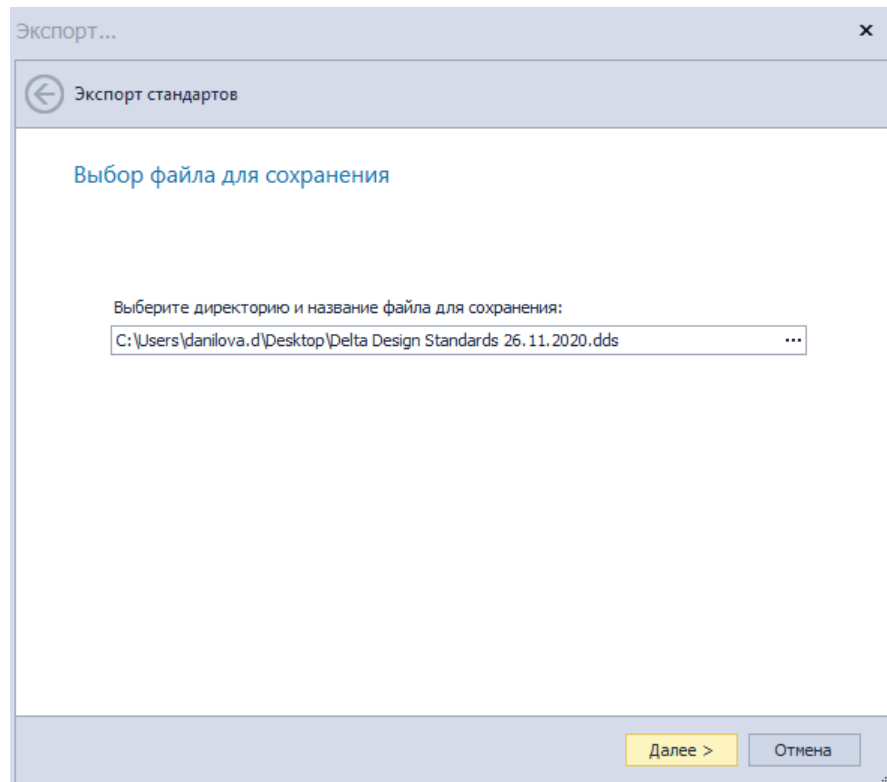

Рис. 13 Выбор файла для сохранения
7. Нажмите «Сохранить». После чего в окне экспорта в строке по выбору директории и имени будут отображены введенные на предыдущем этапе данные, Рис. 13. После проверки нажмите «Далее».